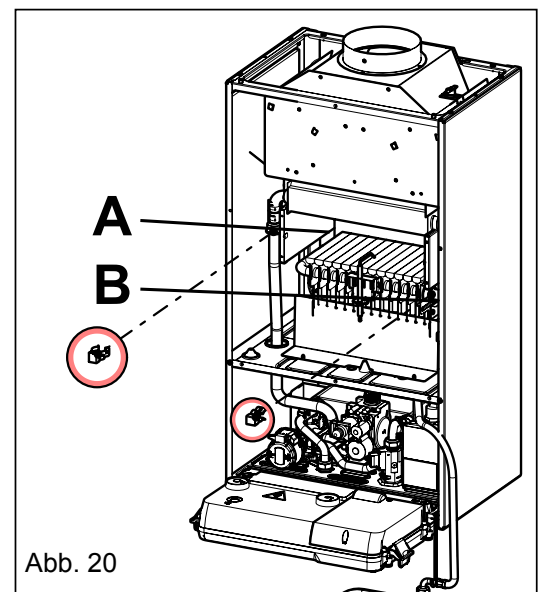

Abb. 20
- Steckclips vom Vorlauf- und Rücklaufrohr am Wärmetauscher entfernen (siehe Abb. 20 (A und B)).